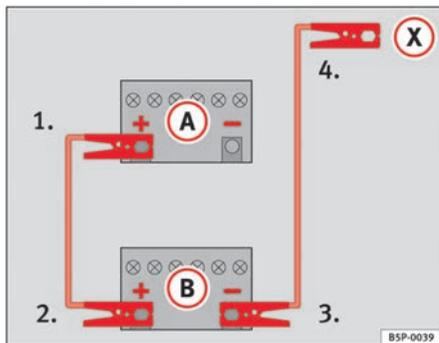

Abb. 203 Schema für das Anklemmen der Starthilfekabel
In der ⇒ Abb. 203 ist (A) die entladene Batterie und (B) die stromgebende Batterie.
- 1. Klemmen Sie ein Ende des roten Starthilfekabels an den Pluspol ⇒ Abb. 203 (+) des Fahrzeugs mit der entladene Batterie ⇒ !.
- 4. Klemmen Sie das andere Ende des schwarzen Starthilfekabels (X) beim Fahrzeug mit der entladene Batterie an ein massives, fest mit dem Motorblock verschraubtes Metallteil oder an den Motorblock selbst an, jedoch nicht in der Nähe der Batterie ⇒ !.